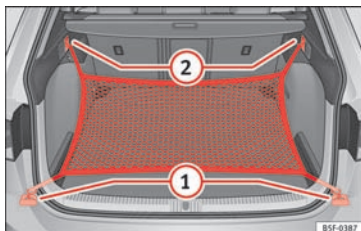

Fig. 176 I bagagerummet: øjer ① og kroge ② til fastgørelse af bagagenet (modellen LEON ST)
- Hægt bagagenettets korte krog i fastgørelsesøjerne » Fig. 176 ① » ⚠ Bagagenettets lynlås skal vende opad.
- Fastgør fastspændingsbåndene i taskekrogene ②.